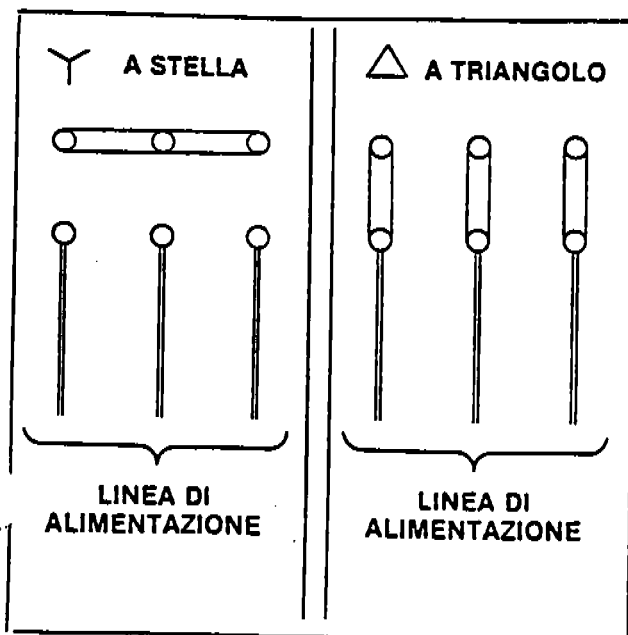
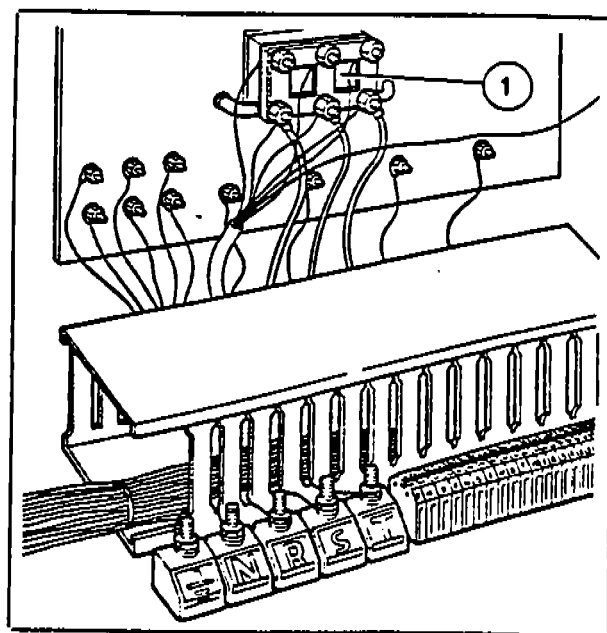

Fig. 1
Fig. 2
Power connections on the terminal board (Fig. 1):
The ride for U.S. are ready for 220 V 3 phases, to switch to 380 V 3 phases you must switch some connections on the terminal board and transformer (Fig. 1). Please contact our engineering department for more details.
- Collegare la linea di alimentazione esterna, controllare prima i collegamenti a stella (Y) o triangolo (Δ) sul trasformatore (1-Fig. 1), ai morsetti (R-S-T-N e —|—) del quadro elettrico (Fig. 1).
In caso di alimentazione esterna con voltaggio nominale V 220 trifase, il morsetto N (neutro) deve essere collegato al morsetto R (sulla stessa fase). Scambiare inoltre il collegamento sul trasformatore (1-Fig. 1) da stella (Y) a triangolo (Δ) (Fig. 2).